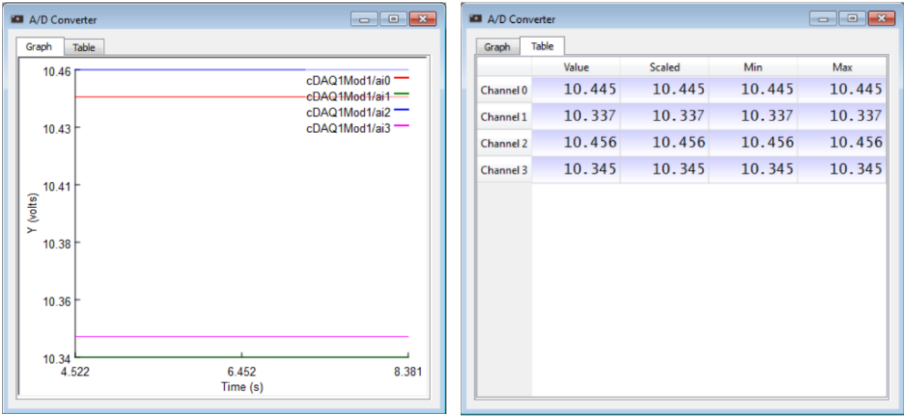

图 28
3、模拟数据图提供传入模拟数据的实时视图，X 轴为时间，Y 轴为模拟数值。要切换通道显示，可以在图例中双击该通道。要查看表格形式的数据，请点击 Table。要重置表中显示的 min/max，可以点击右键。如果窗口没有数据变化，则将 Vic-Snap 软件重新启动。如图 28 所示。